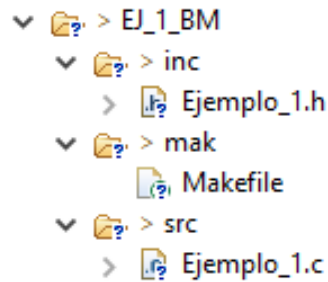

Figura 31: Generación de archivo fuente para implementación de proyecto.
- **Paso 4:** Utilizar el archivo *Makefile* que se utiliza en cualquiera de los ejemplos que se entregan en la descarga de la biblioteca *sAPI*. La Figura 31 ilustra el resultado de estos pasos.